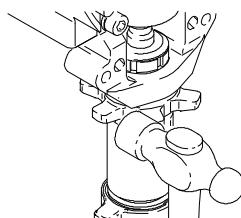

Рис. 17
- См. Рис. 17. Ослабьте контргайку сильным ударом молотка весом 20 унций (максимум). Открутите насос.